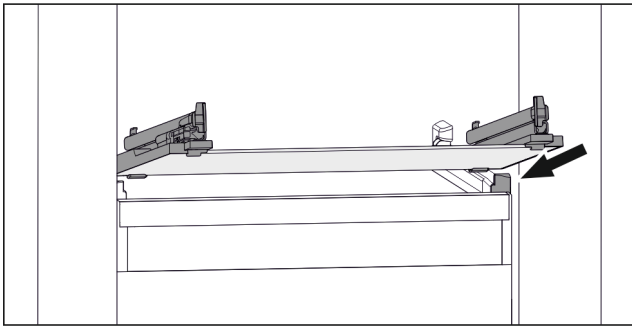

Fig. 52 Beispielhafte Darstellung der Glasplatte
- ▶ Glasplatte schräg hinter den Stopperrn aufsetzen. (zie Fig. 52)